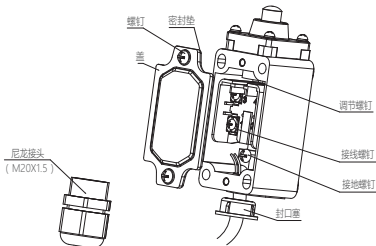

图12 布线示意图
7.2.1 安装：松开盖螺钉→按图12接线→拧紧盖螺钉（密封垫必须正确装回）→按图13、图14安装，M5安装螺栓拧紧力矩（1.8~2.2）N·m。